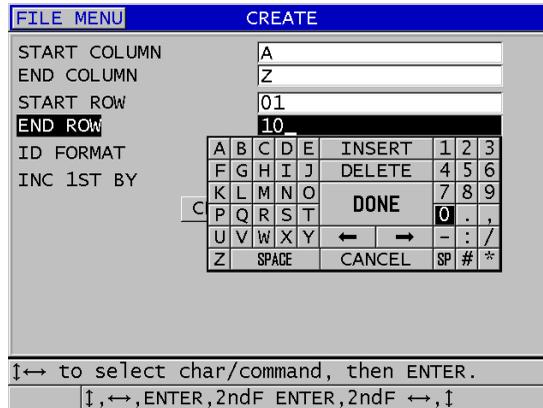

Abbildung 11-10 Konfiguration des ID-Bereichs einer 2D-Matrix
3. Verfahren Sie auf der zweiten Seite des Fensters **ERSTELLEN** (siehe Abbildung 11-10 auf Seite 198) wie folgt: